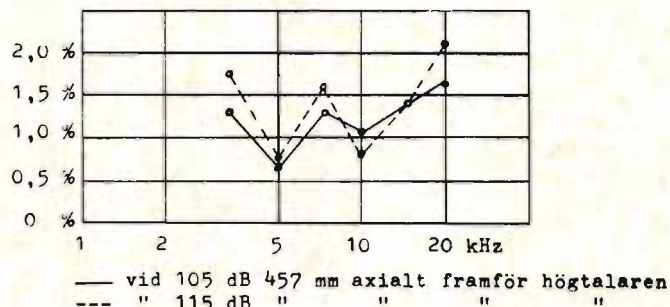

Fig 2. Total harmonisk distorsion som funktion av frekvensen.
- Den icke linjära distorsionen uppgår till max 1,5 % vid 105 dB avgivet ljudtryck (fig 2). Dynamiska högtalare har vanligen upp till över 10 % distorsion.